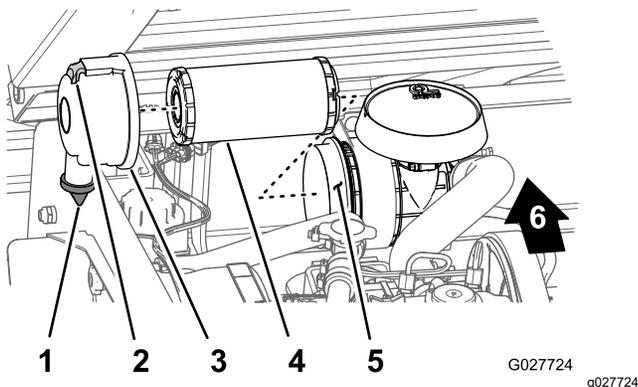

Figure 31
2. Vérifiez si le boîtier du filtre à air présente des dommages susceptibles d'occasionner des fuites d'air (Figure 31).
3. Tirez le dispositif de verrouillage vers l'extérieur et tournez le couvercle du filtre à air dans le sens antihoraire (Figure 31).
5. Sortez l'élément filtrant du boîtier du filtre à air (Figure 31) avec précaution pour ne pas déloger trop de poussière.
1. Nettoyez l'orifice d'éjection d'impuretés situé sur le couvercle du filtre à air (Figure 31).
2. Retirez la valve de sortie en caoutchouc du couvercle, nettoyez la cavité et remettez la valve en place (Figure 31).
3. Insérez l'élément filtrant dans le boîtier du filtre à air en appuyant sur le bord extérieur de l'élément pour l'engager parfaitement dans le boîtier (Figure 31).
5 heures et 7 heures vu de l'extrémité, comme montré à la Figure 31.
- Fixez le couvercle au boîtier avec les dispositifs de verrouillage (Figure 31).